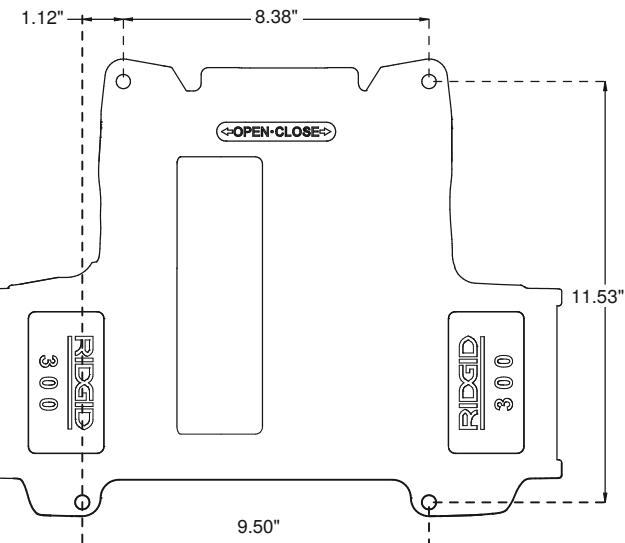

Figur 5 - Justering av skuffestøtte
- b. Løsne stilleskruen på den bakre skuffstøtten (se figur 5).